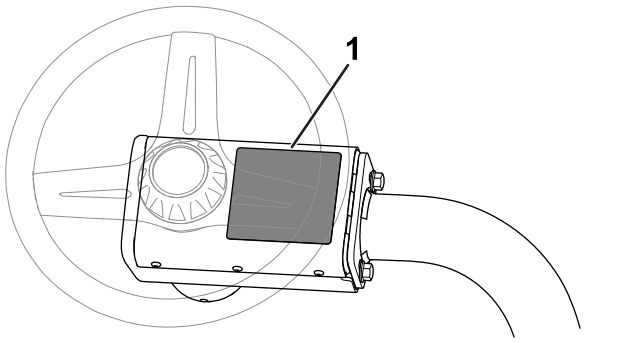

Figura 16
- Coloque o autocolante de aviso CE (peça n.º 136-8505) sobre o autocolante de aviso presente (peça n.º 136-8506); consulte Figura 16.